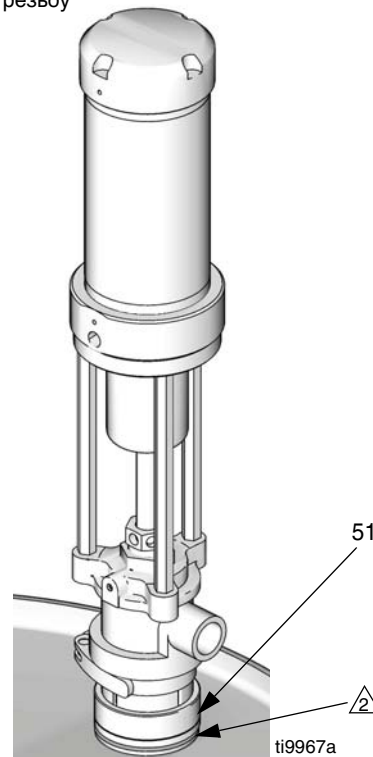

Рис.7
- 4 Смажьте внутренний диаметр втулки переходника и крепежную резьбу. Проверьте, чтобы сальник был на месте и вверните втулку переходника (51) в соответствующее гнездо на емкости. Введите насос в переходник и закрепите его. См. Рис.7.